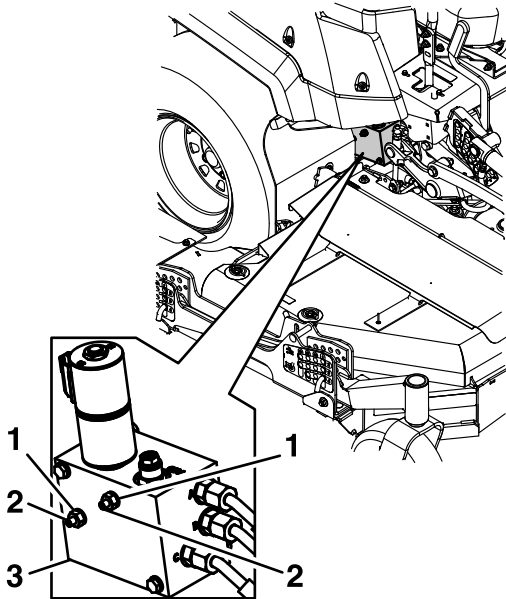

Figura 34
1. Sujete los tornillos de fijación con una llave allen de $\frac{1}{8}$ " y afloje las tuercas sellantes con una llave de $\frac{7}{16}$ " hasta que la tuerca esté enrasada con el extremo del tornillo de fijación (unas 6 vueltas), como se muestra en la Figura 34.
2. Sujete los tornillos de fijación con una llave allen de $\frac{1}{8}$ " y afloje la tuerca sellante con una llave de $\frac{7}{16}$ " (Figura 34).